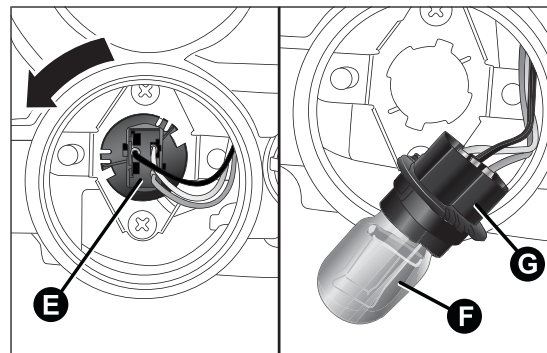

fig. 164
- ☐ ruotare in senso antiorario il portalampana E fig. 164, estrarre la lampada F dal connettore G e sostituirla;